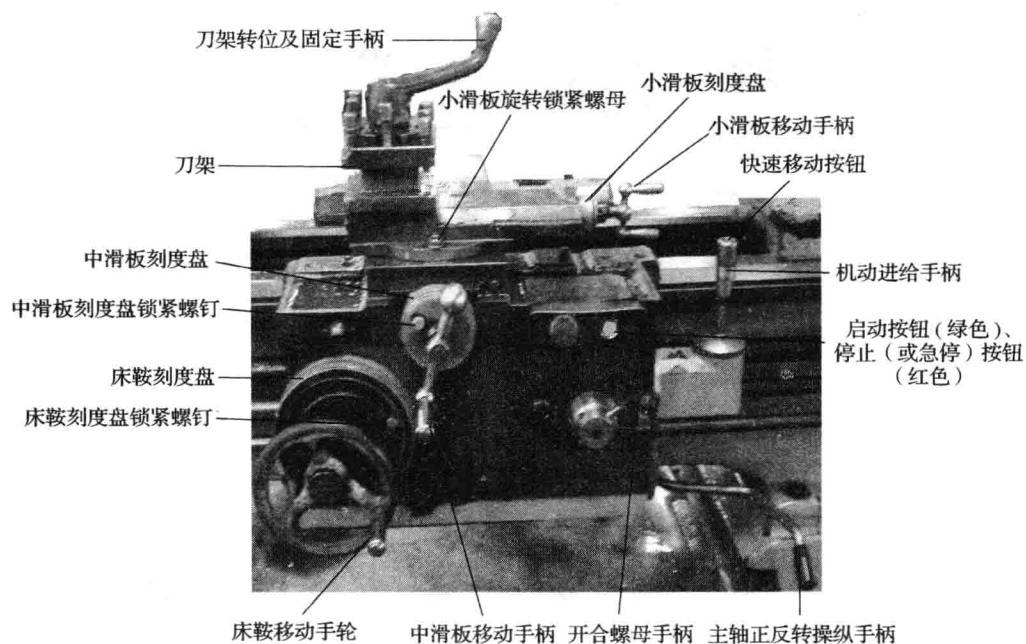

图 1—5 溜板箱
(3) 进给量和螺距变换手柄（里手柄）：Ⅰ、Ⅱ、Ⅲ、Ⅳ、Ⅴ由慢到快（五个等级）。
4. 溜板箱（见图 1—5）的手动操作